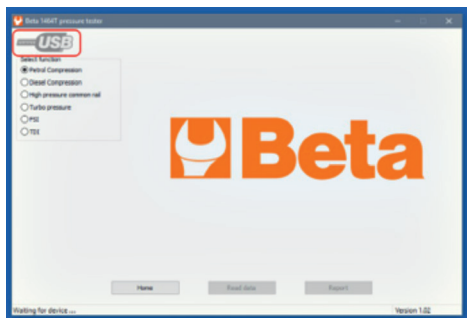
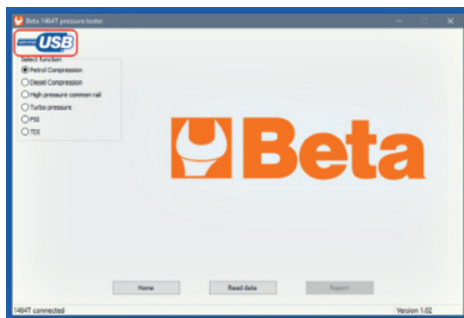

Fig. 2 (tester 1464T non collegato)
Fig. 3 (tester 1464T collegato)
- Il logo USB nell'angolo in alto a sinistra indica se il tester 1464T è stato rilevato. Vedi fig. 2 e fig. 3.